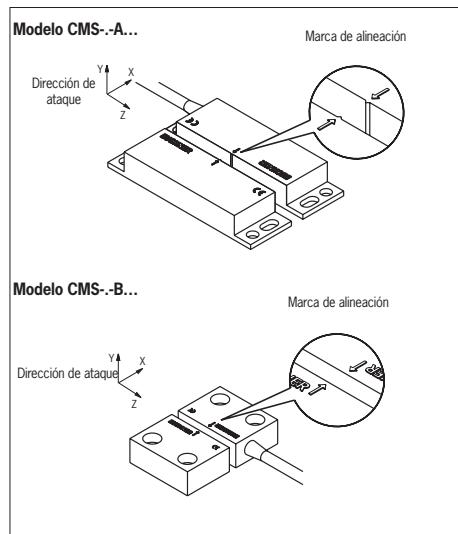

Fig. 2: Alineación de la cabeza de lectura y el actuador
► Sus superficies activas estén completamente enfrentadas cuando el resguardo esté cerrado (véase la Fig. 2).